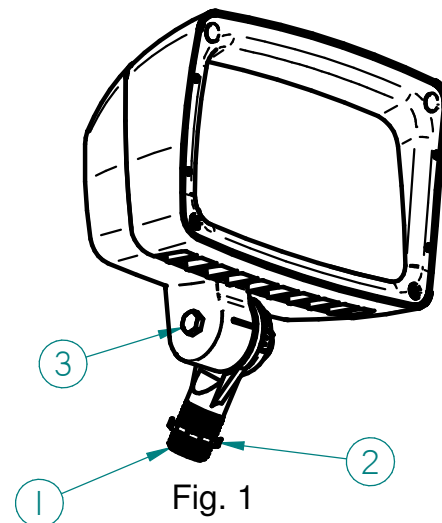

Fig. 1
**Mounting The Fixture (See Fig. 1)**
- Thread fixture onto electrical box using the 1/2-14 threads on knuckle (Item 1 in Fig. 1).
- Once fixture is pointing in the desired direction, tighten the lock nut (Item 2 in Fig. 1) to the electrical box to prevent any further rotation.
- Loosen the bolt (Item 3 in Fig. 1) on the knuckle using a 7/16" wrench to allow the fixture to be aimed up or down.
- Once the fixture is aimed at the desired target, tighten the bolt (Item 3 in Fig. 1) on the knuckle.
**Installation de l'appareil d'éclairage (voir Fig. 1)**
- Visser l'entrée à rotule 1/2-14 fileté dans le boîtier électrique (Item 1 de Fig. 1).
- Une fois que le projecteur pointe dans la direction désirée, vissez l'écrou de blocage (Item 2 de Fig. 1) sur le boîtier pour prévenir le changement d'orientation.
- À l'aide d'une clé de 7/16 po (11 mm), desserrer le boulon de la rotule (Item 3 de Fig. 1) pour permettre de changer l'angle du projecteur.
- Lorsque dirigé à l'aire désirée, resserrer le boulon. (Item 3 de Fig. 1).